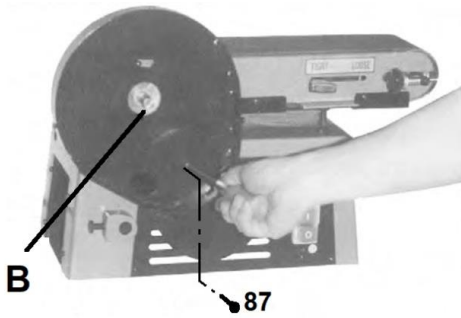

Figure 6-2: Fixation sur le corps.
Installez le protecteur (A, Fig. 6-2) sur l'axe de la bande (B). Fixez le protecteur avec une vis (59) selon figure.
Utiliser la vis (87, Fig. 6-2) pour fixer le protecteur en sa partie inférieure.